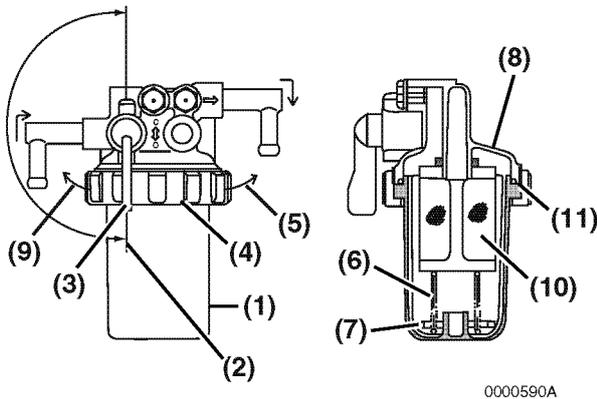

Abbildung 7
1. Einen zulässigen Behälter unter den Kraftstofffilter/Wasserabscheider (**Abbildung 7, (1)**) halten, um die Verunreinigungen aufzufangen.
2. Schließen Sie (**Abbildung 7, (2)**) den Kraftstoffhahn (**Abbildung 7, (3)**).
3. Den Haltering (**Abbildung 7, (4)**) nach links (**Abbildung 7, (9)**) drehen.
4. Die Kappe vorsichtig abnehmen (**Abbildung 7, (1)**). Die Haltefeder (**Abbildung 7, (6)**) und den Schwimmer (**Abbildung 7, (7)**) aus der Kappe nehmen. Den Kraftstoff in einen zulässigen Behälter geben und fachgerecht entsorgen. Die Kappe mit einem Putzlappen festhalten, damit kein Kraftstoff heruntertropft. Verschüttete Flüssigkeiten unverzüglich aufnehmen.
6. Den Siebfilter überprüfen (**Abbildung 7, (10)**). Wenn notwendig Siebfilter reinigen.
7. Den O-Ring überprüfen (**Abbildung 7, (11)**). O-Ring wenn notwendig ersetzen.
8. Die Haltefeder (**Abbildung 7, (7)**) und den Schwimmer (**Abbildung 7, (6)**) in die Kappe einlegen.
9. Kappe auf den Flansch (**Abbildung 7, (8)**) setzen und Haltering (**Abbildung 7, (4)**) nach rechts (**Abbildung 7, (5)**) drehen, nur von Hand festziehen.
10. Kraftstoffhahn (**Abbildung 7, (3)**) öffnen.